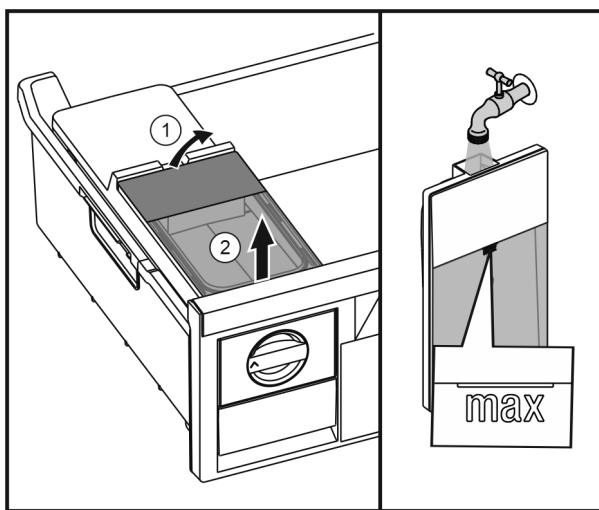

Fig. 31
- ▶ Soulever le réservoir d'eau depuis l'arrière *Fig. 31 (1)* et l'enlever vers le haut *Fig. 31 (2)*.